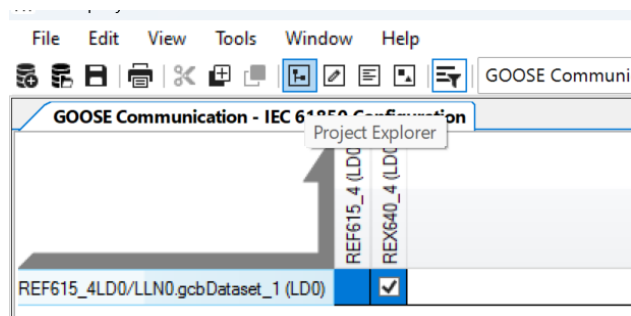

Imagen 337_Selección de la comunicación GOOSE que se puede realizar.
5.1.17 Damos clic en recuadro y palomearlo como se muestra en la **Imagen 337**.